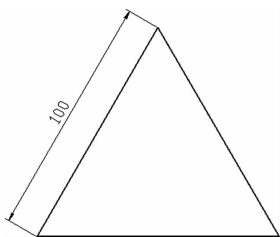

图 2-55 绘制正三角形
- (1)新建图形文件。
- (2)新建“粗实线”和“细实线”图层。
- (3)用“多边形”命令绘制正三角形,如图 2-55 所示。